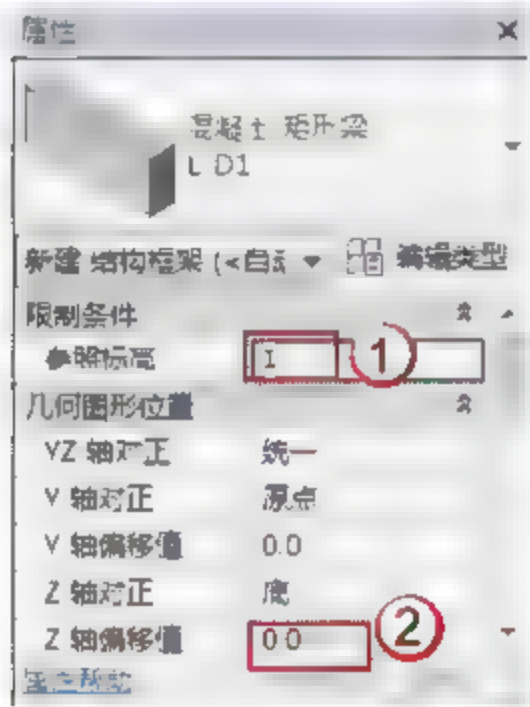
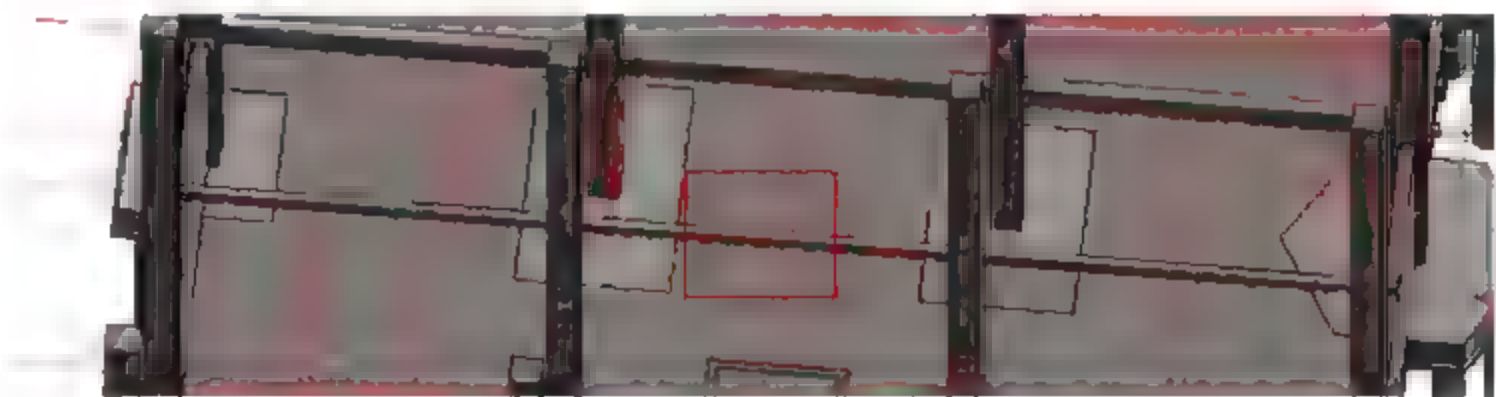

图 3.2.37 设置 Z 轴偏移值
图 3.2.38 绘制 L-D1
(17) 绘制 L-D1。选择“结构”→“梁”命令，在“属性”面板中调整参数标高 1，Z 轴偏移值为 0，如图 3.2.37 所示。找到 L-D1 的位置从一侧向另一侧绘制，如图 3.2.38 所示。